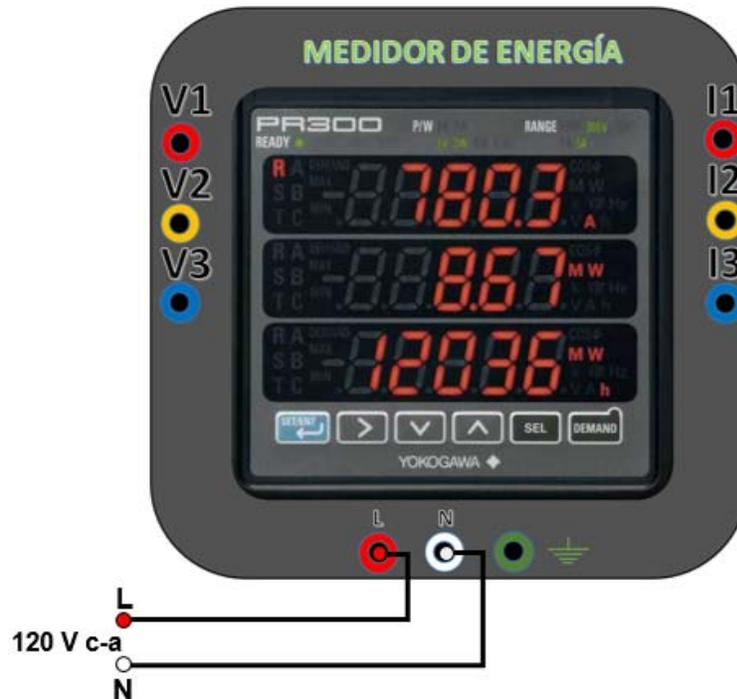

Figura 1.1
1. Conecte el analizador a una fuente de voltaje de 120 V_{ac} como se muestra en la figura 1.1.